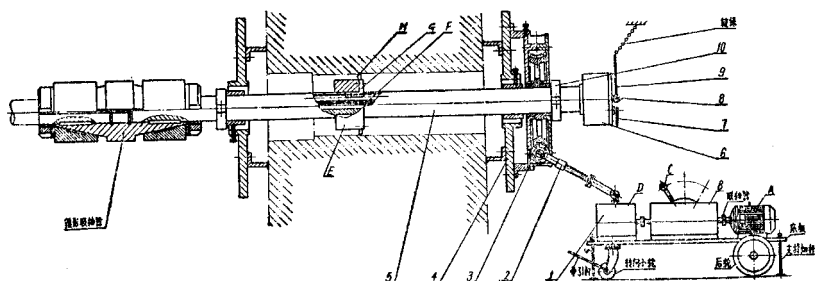

图1 现场镗孔机总图
其传动原理如图1所示。镗杆的旋转运动，是由装在动力变速小车1上的JQ型电动机A，联动齿轮变速箱B和伞齿接头箱D，经球形万向伸缩传动轴系2上的传动蜗杆、蜗轮旋转。由于镗杆5与蜗轮是用键连接的，因此，镗杆5就带动在该杆上的刀架E和切削刀具，以一定的切削速度作旋转运动，若要改变圆周切削速度 v ，只要停车后，扳动一下齿轮变速箱上的离合器手柄C，就可得到倒、顺各四档一定数值的圆周切削速度。
1. 动力变速机构（图 1）